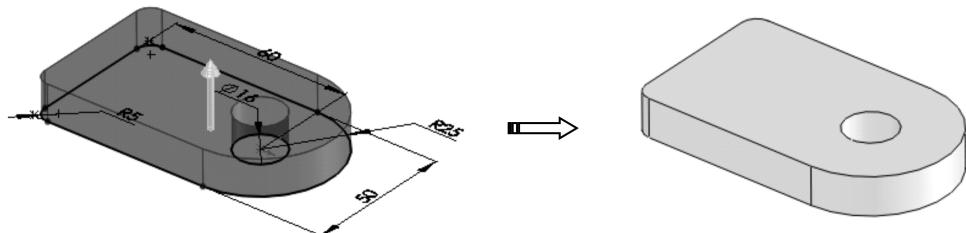

图 1-74 创建底座
- 03 退出草图模式后，以默认拉伸方向创建出深度为【12】的底座特征，如图 1-74 所示。